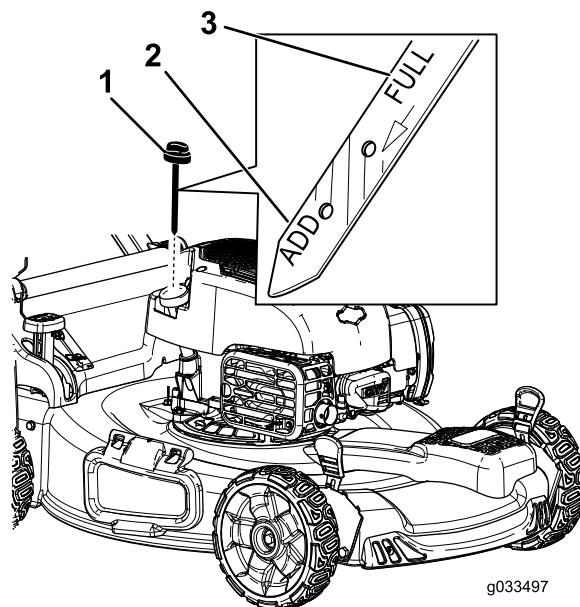

Figura 8
2. Rimuovete l'asta di livello (Figura 8) e versate nel tubo di riempimento una quantità d'olio pari a circa 3/4 della capacità del carter.
5. Rimuovete l'asta di livello e controllate il livello dell'olio sulla stessa; vedere Figura 8.